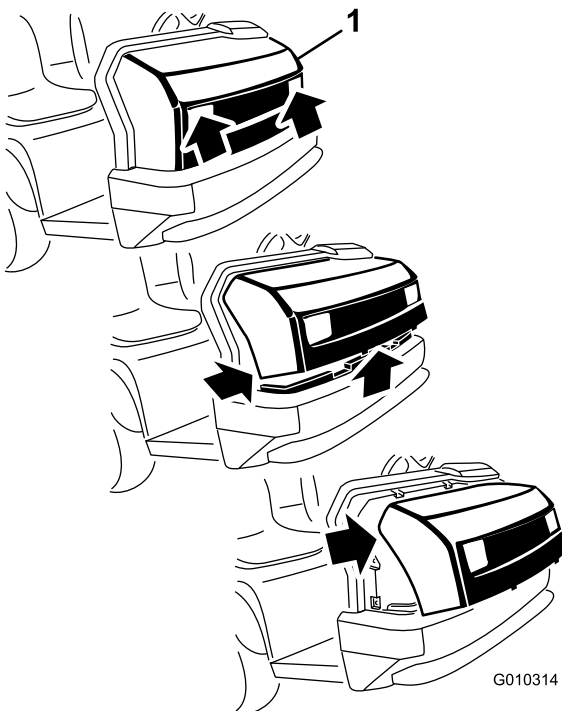

Figura 34
1. Sujete el capó por los orificios de los faros y levántelo para poder liberar las pestañas de montaje inferiores de las ranuras del bastidor (Figura 34).
2. Gire hacia arriba la parte inferior del capó hasta que pueda retirar las pestañas de montaje superiores de las ranuras del bastidor (Figura 34).
3. Gire hacia adelante la parte superior del capó y desenchufe los conectores de los cables de los faros (Figura 34).